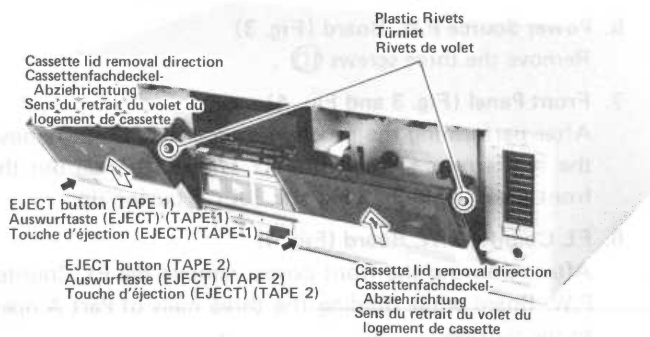

Fig. 1 Abb. 1
1. Cassette Lid (Fig. 1)
1. Cassettenfachdeckel (Abb. 1)
1. Volet du logement de la cassette (Fig. 1)